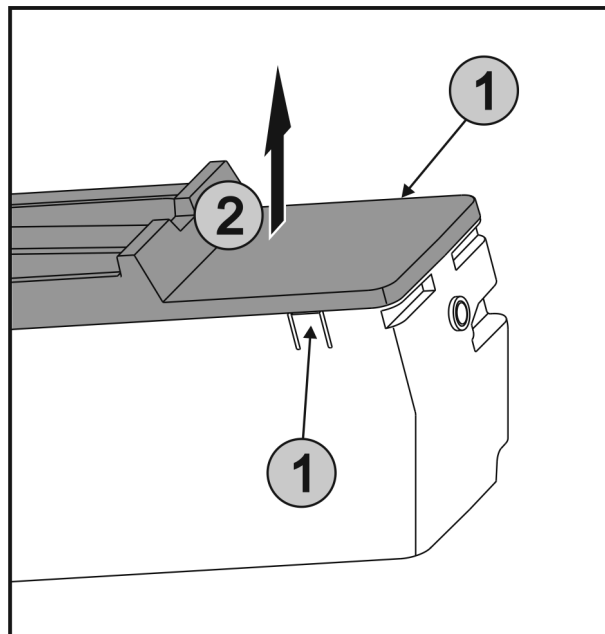

Fig. 60
- Stlačte západky Fig. 60 (1) na obou stranách EasyTwist-Ice současně a sejměte kryt Fig. 60 (2) směrem nahoru.